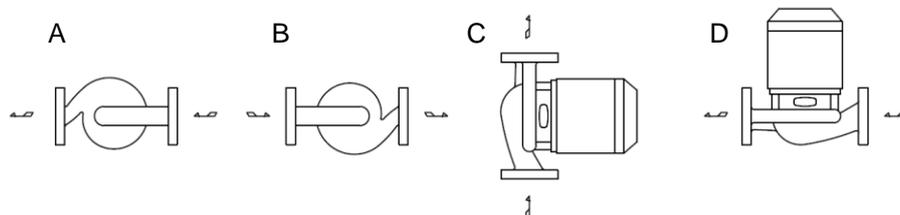
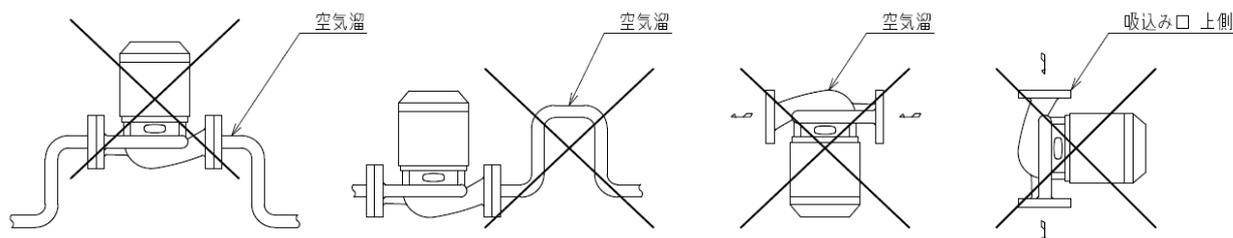

図2
図3
- (1) ポンプは配管に対して図2のA～Dまでのいずれかの方向で据付けてください。図3のような配管はできません。